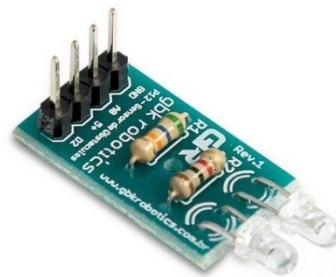

Figura 3
- P12 - Sensor de obstáculos para Arduino (Figura 3)